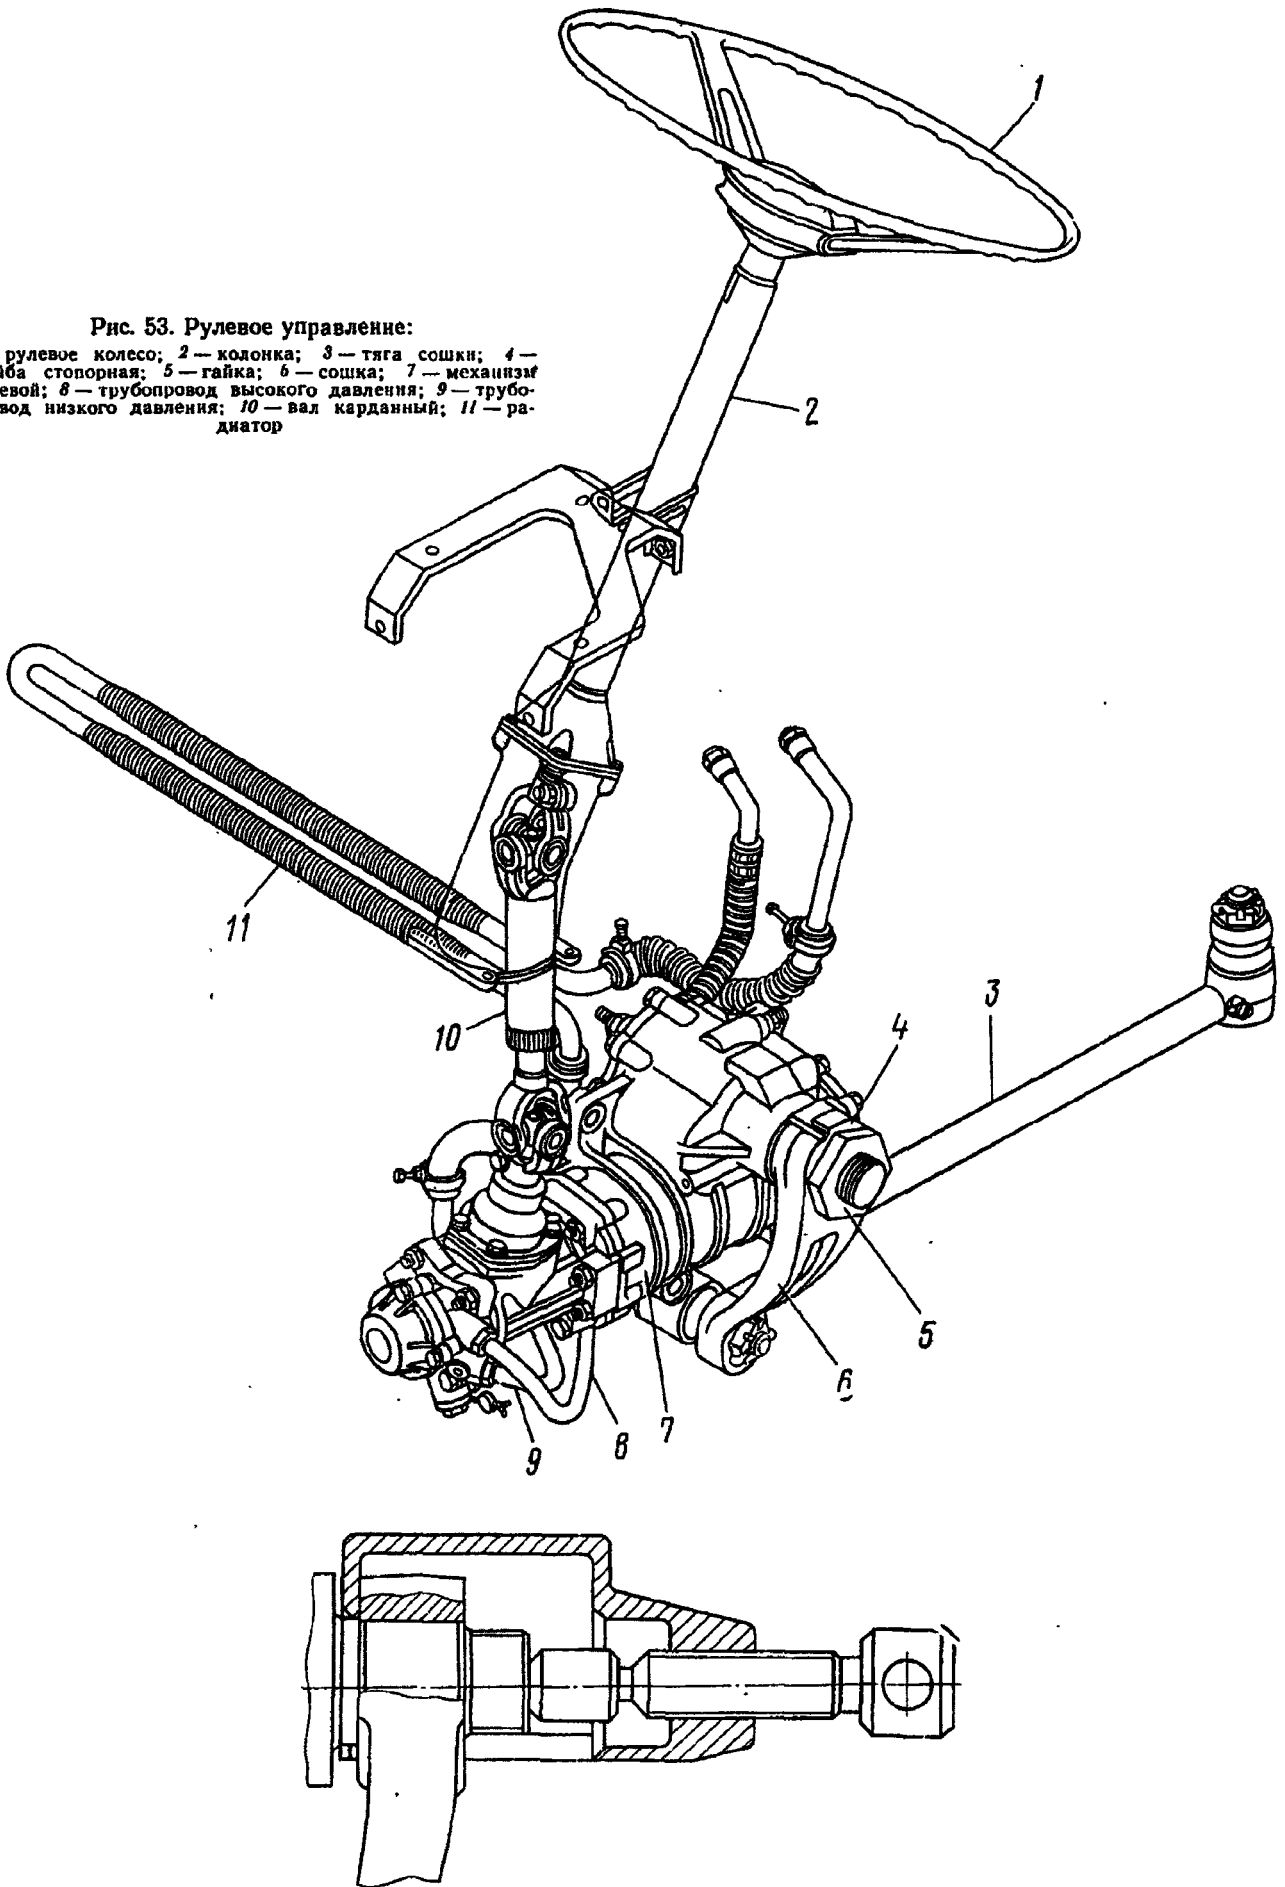

Рис. 54. Снятие сошки рулевого управления
5. Снимите съемником (рис. 54) сошку рулевого механизма	Молоток, зубило, торцовый ключ 70 мм, лопатка-вороток, труба-удлинитель Съемник